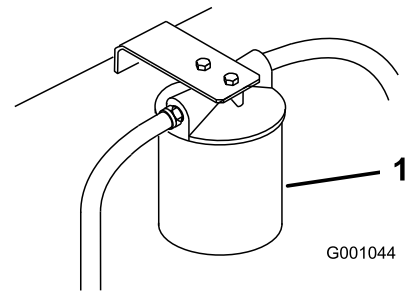

Figura 62
3. Coloque un recipiente bajo el filtro, retire el filtro usado y limpie con un paño la superficie de la junta del adaptador del filtro (Figura 62).